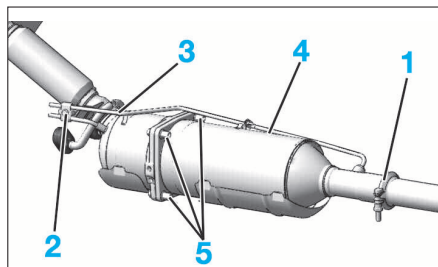

FIG. 44
- Déposer le collier d'échappement (1) (Fig.44).